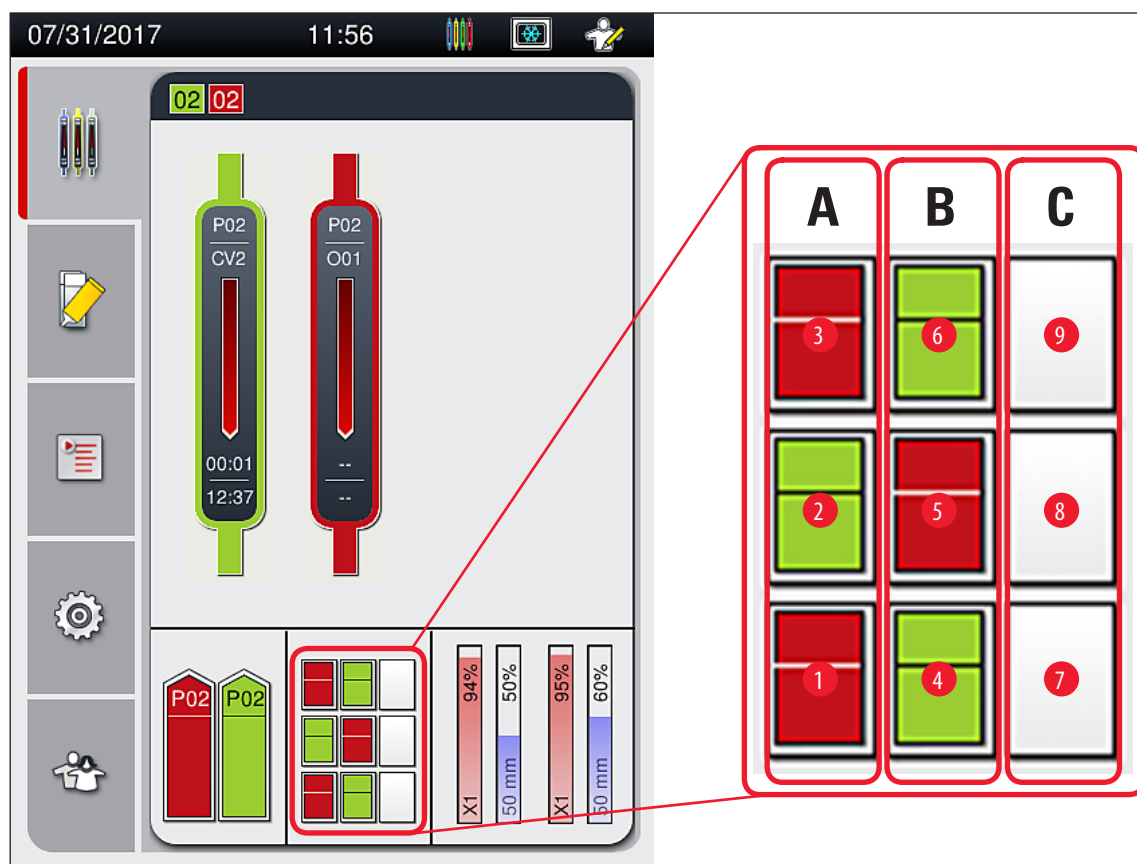

图 75
- 卸载抽屉最多可容纳9个玻片架。玻片架从A1到C9按所示的顺序放置在卸载抽屉中 (→ 图 75)。